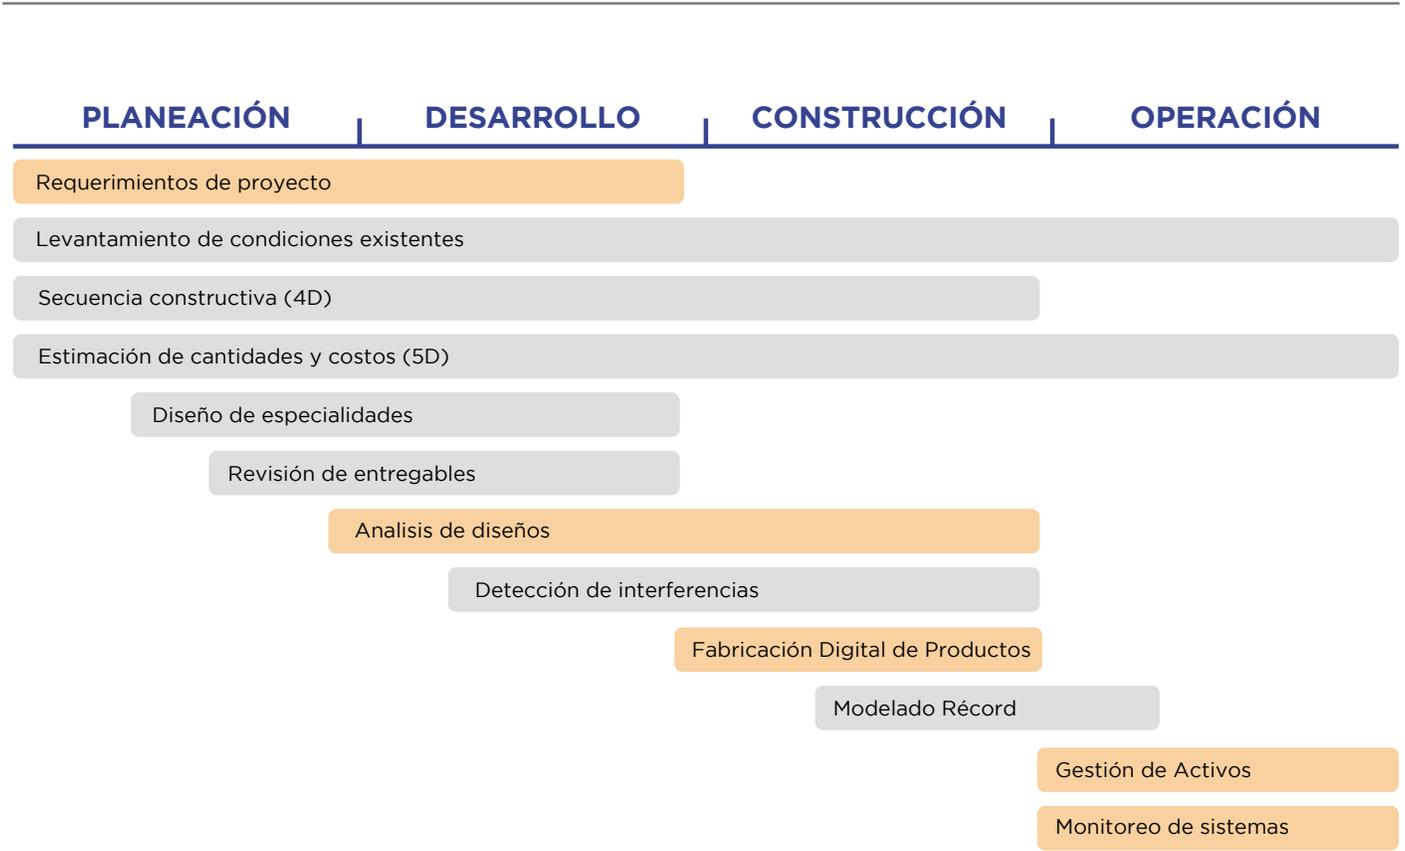

Ilustración 3: Esquema de Usos BIM generales.
*A través de talleres con expertos de la industria, análisis de estudios de casos de implementación y revisión exhaustiva de la literatura, se han identificado y refinado doce (12) **Usos de modelos de información (BIM) Generales** organizados por fase del proyecto y propósito (ver Ilustración 3). Dentro de cada Uso BIM general se asocian diversos usos BIM específicos (ver Tabla 1)*
En la **Ilustración 3**, los **'Usos BIM básicos'** están **resaltados en color gris**. Se recomienda implementar estos usos como **requisito mínimo** para cualquier proceso de desarrollo de proyectos, acompañados de un plan de implementación BIM a nivel de proyecto u organización.